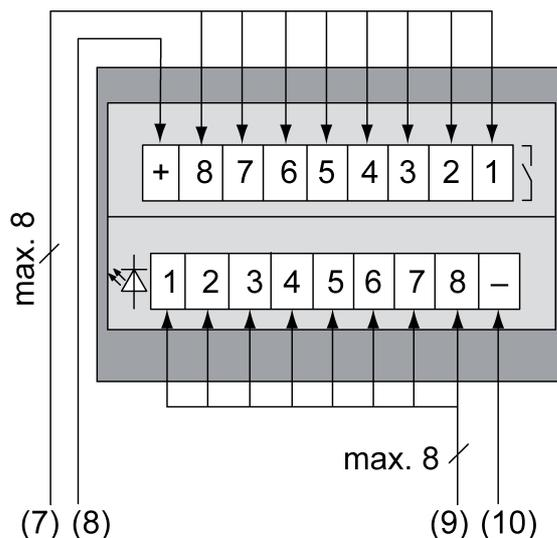

Figure 2: Raccordement modèle du module touche sensorielle 4 voies
- Monter la bague support (1) dans la bonne position sur le boîtier d'appareillage. Tenir compte du marquage **TOP** = vers le haut et du marquage **A** vers l'avant. Utiliser exclusivement les vis pour boîtiers (7) fournies.
- Placer le cadre (2) sur l'anneau support.
- Raccorder le module touche sensorielle (4) en suivant le modèle de raccordement à la station relais (figure 2).